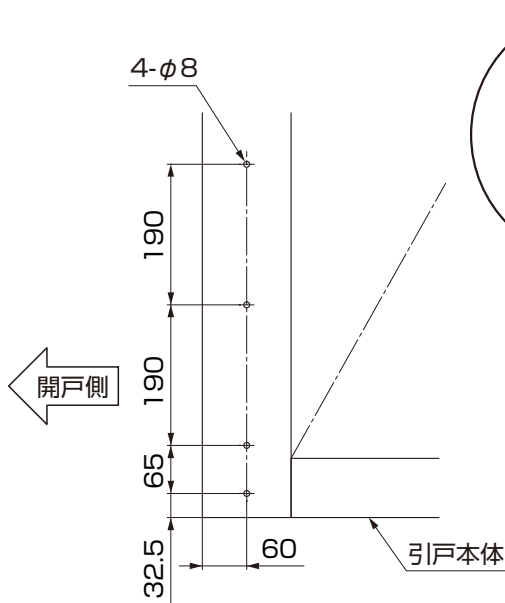

図8-1
- ①合掌框の家側にφ8穴を4ヶ所加工してください。(図8-1参照)